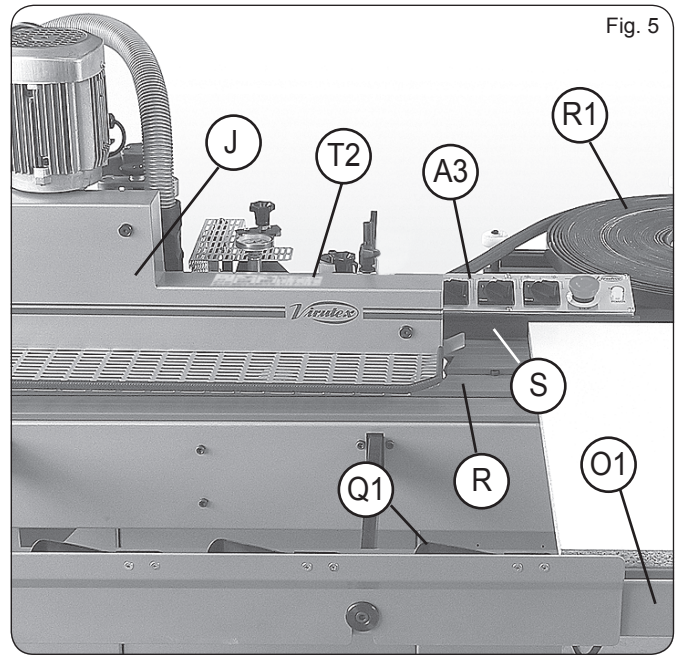

Fig. 6
- Для того, чтобы проверить правильность регулировок на профильных фрезерных агрегатах следует взять для пробы пластину с кантом и отпрофиллировать её с обеих сторон; для этого вращающийся переключатель СМ3 (рис. 6) установить в положение 1. Перед нанесением канта на пластину следует проверить все регулируемые
Если при проклейке канта имеет место соединение торцов спереди и сзади, это значит, что поворотный переключатель СМ1 (рис. 6) установлен в положение 1 и в задней части отсутствует кант или выступ, то в таком случае имеется возможность внести коррективы путём лёгкого вращения рычага А2 (рис. 26) вправо или влево (-, +), как это указано на шильдике прикреплённом к изделию.
Рычаг А (рис. 6) находится в положении 1 для канта толщиной 1 мм. Поворотный выключатель СМ1 (рис. 6) установить в положение 1, торцы спереди и сзади. Поворотный выключатель СМ2 (рис. 6) в положении 1, загрузочный и нагревательный агрегаты включены. Поворотный выключатель СМ3 (рис. 6) в положении 1, функция профилирования с обеих сторон обрабатываемой пластины.
Рычаг А (рис. 6) находится в положении 2 для канта толщиной от 1 до 2 мм. Поворотный выключатель СМ1 (рис. 6) установить в положение 1, торцы спереди и сзади. Поворотный выключатель СМ2 (рис. 6) в положении 1, загрузочный и нагревательный агрегаты включены. Поворотный выключатель СМ3 (рис. 6) в положении 1, функция профилирования с обеих сторон обрабатываемой пластины.
Рычаг А (рис. 6) находится в положении 3 для канта толщиной от 2 до 3 мм. Поворотный выключатель СМ1 (рис. 6) установить в положение 4, торцы с выступом спереди и сзади. Поворотный выключатель СМ2 (рис. 6) в положении 1, загрузочный и нагревательный агрегаты включены. Поворотный выключатель СМ3 (рис. 6) в положении 1, функция профилирования с обеих сторон обрабатываемой пластины.
Поворотный выключатель CM1 (рис. 6) установить в положение 1.
Установите переключатель CM1 (рис. 6) в положение 2.
Поворотный выключатель CM1 (рис. 6) в положении 3.
Поворотный выключатель CM1 (рис. 6) в положении 4.